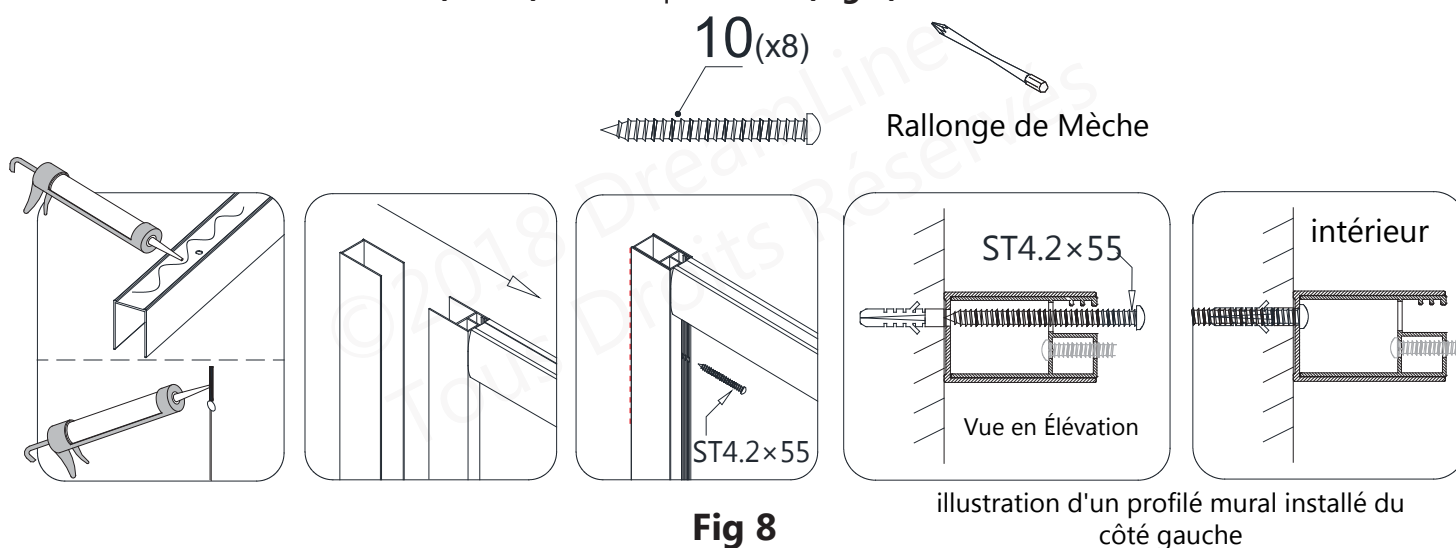

Fig 8
8. Appliquez du calfeutrant de silicone à l'endos des **Profils Muraux (N° 02)**, sur le dessous du **Rail du Bas (N° 03)** et autour des trous percés dans le mur. Remettez le montage de la douche en place sur les repères et fixez-le aux murs avec des **Vis à Tête Cylindrique Bombée ST4.2×55 (N° 10)**. Les vis sont conçues pour traverser les plus grands trous des **Profils pour Vitre (N° 01)**, afin de fixer les **Profils Muraux (N° 02)** sur chaque mur. (Fig 8)